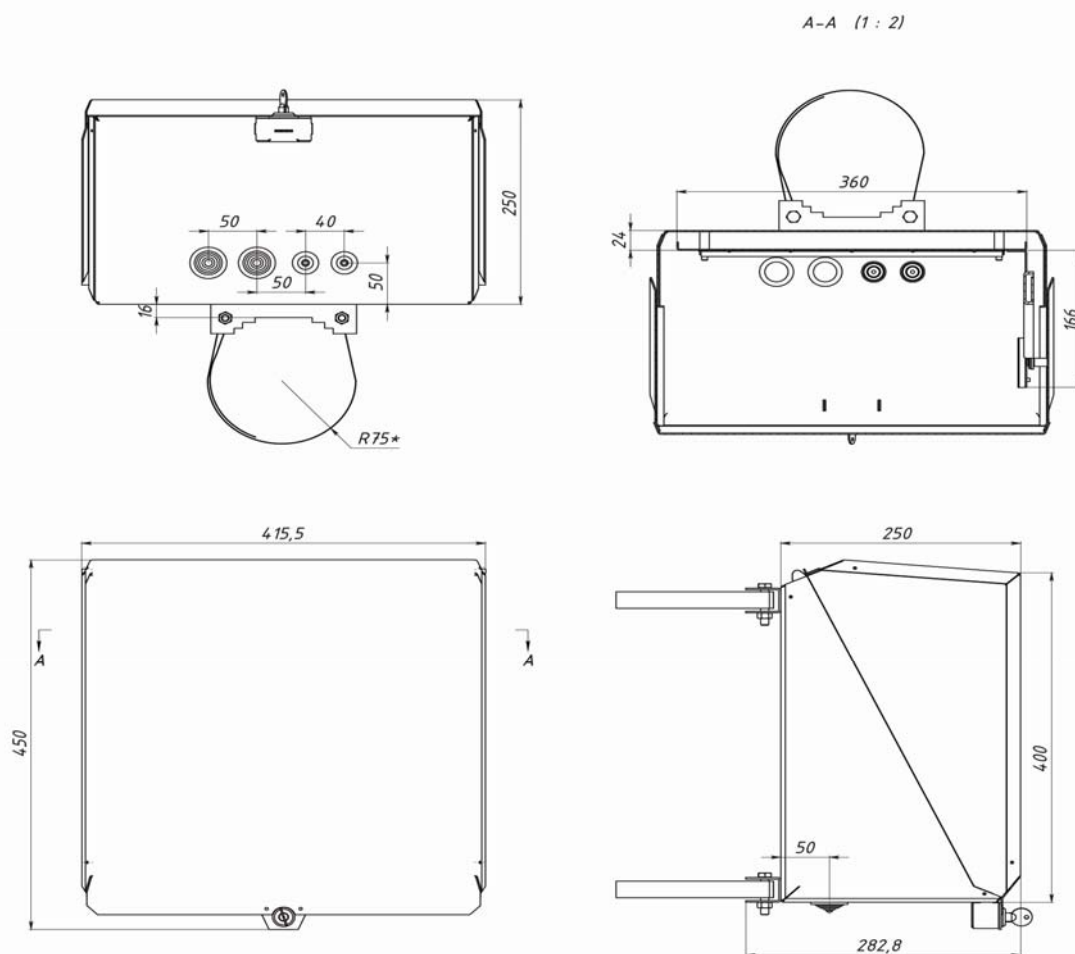

Рисунок 1. Габаритные размеры.
2.2. Габаритный чертёж представлен на рис. 1.